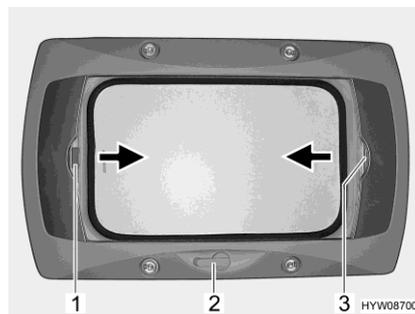

Fig. 54 Claraboya de manivela
- Girar la manivela (Fig. 54,2) hasta que se note resistencia.
- Tirar del tirador (Fig. 54,3) del estor plegable en dirección de la flecha y soltarlo en la posición deseada. El estor plegable se queda fijo en esta posición.
- Tirar del asidero (Fig. 54,1) de la mosquitera enrollable en la dirección de la flecha hacia el asidero opuesto del estor plegable (Fig. 54,3) y hacerlo engatillar.
- Presionar el tirador de la mosquitera enrollable (Fig. 54,1) por la parte de atrás hacia arriba y desengancharla del estor plegable (Fig. 54,3).